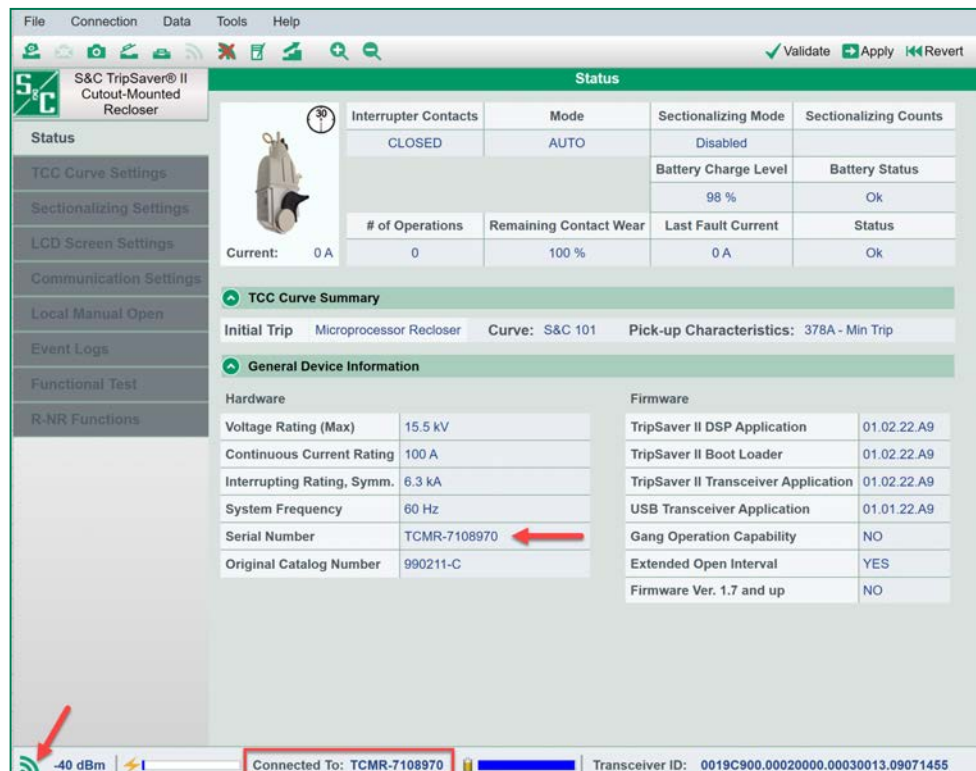

Figura 52. Localização do número de série do religador TripSaver II e do indicador de Nível de Sinal rádio.
PASSO 2. Anote o número de série do religador TripSaver II a ser atualizado, incluindo os dígitos “TCMR” na parte inicial. Ver Figura 52. Este número é também gravado no corpo do religador TripSaver II.
PASSO 3. Verifique se o indicador de **Nível de Sinal** no lado esquerdo da Barra de Informações Adicionais está na cor verde. Ver Figura 52. Ver a seção “Barra de Informações Adicionais” na página 49 para mais informações sobre o indicador de **Nível de Sinal**. Otimize o nível de sinal rádio entre o religador TripSaver II e o transceptor USB, conforme descrito na seção “Otimização do Nível de Sinal” na página 109. Se a área estiver sujeita a interferências fortes de sinais rádio, ou se o indicador de **Nível de Sinal** estiver na cor amarela ou vermelha, não tente atualizar o firmware do religador TripSaver II.